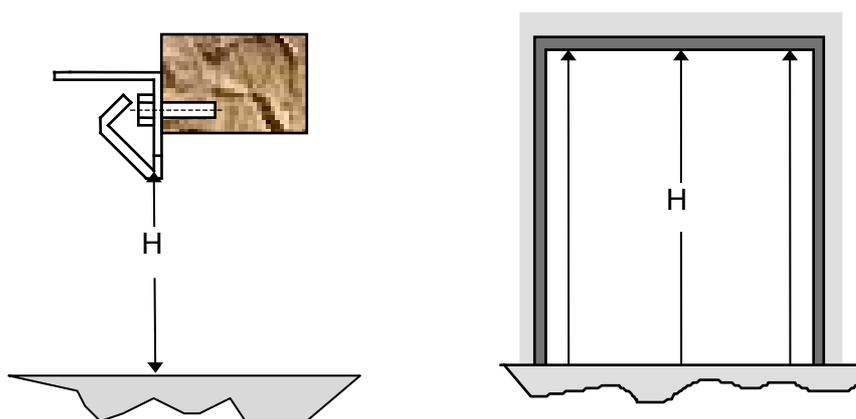

рис. 3
2.1 После того как гребенка установлена, измеряется расстояние от нижней кромки зубьев гребенки до пола (H) по краям и в середине дверного проема рис.3